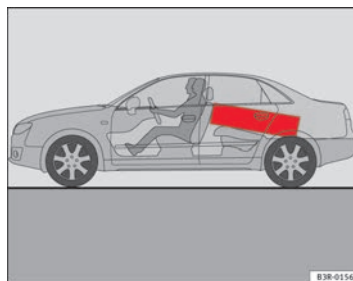

Abb. 115 Legen Sie schwere Gegenstände möglichst weit nach vorn.
- Schwere Gegenstände möglichst weit nach vorn legen ⇒ Abb. 115.